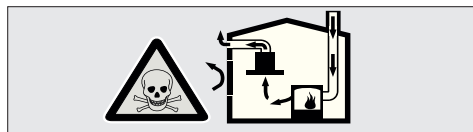
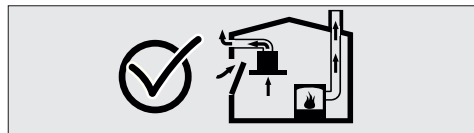

Figure 2 : Risque d'empoisonnement
Figure 3
**DANGER :** Les articles de circulation d'air (par exemple, les poêles, les brûleurs, les chauffe-eau fonctionnant au gaz, à l'huile, au bois ou au charbon) retirent l'air de combustion du lieu d'installation et expulsent les gaz d'échappement à travers un système de gaz d'échappement (une cheminée, par exemple). L'air est absorbé de la cuisine et des pièces adjacentes par la hotte en marche. Le vide se produit si une entrée d'air adéquate n'est pas fournie. Dans ce cas, les gaz toxiques sont réabsorbés de la cheminée et du circuit des gaz d'échappement et rentrent dans la maison. Figure 2. Pour cette raison, il conviendra d'assurer en permanence une arrivée d'air frais adéquate. Figure 3